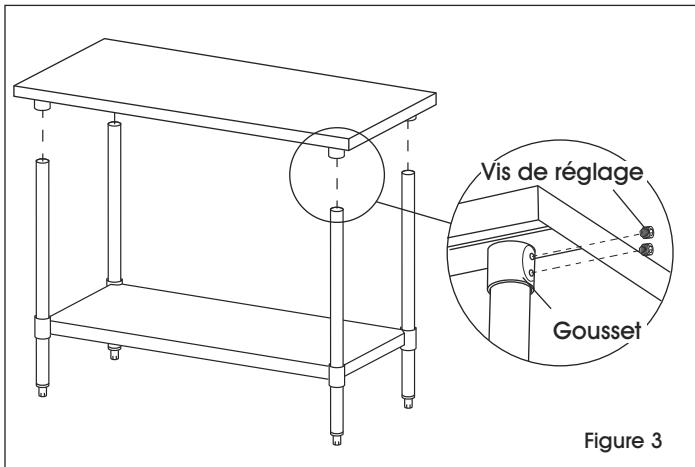

Figure 3
3. Mettez la table debout et placez le plateau sur les montants, en insérant ces derniers dans les goussets du plateau. À l'aide de la clé Allen de 5/32 po, serrez les vis se trouvant sur chacun des goussets. (Voir Figure 3)